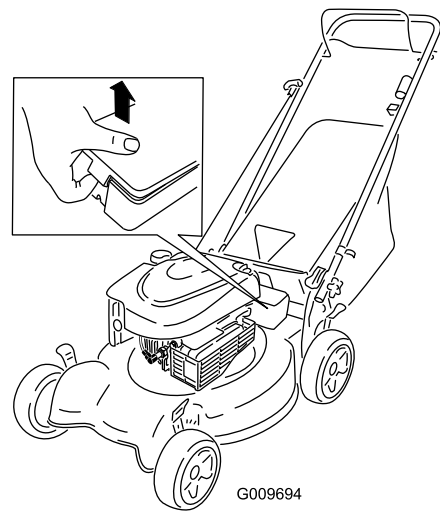

Figure 5
1. Dégagez les deux extrémités du couvercle de la batterie et déposez le couvercle (Figure 5).